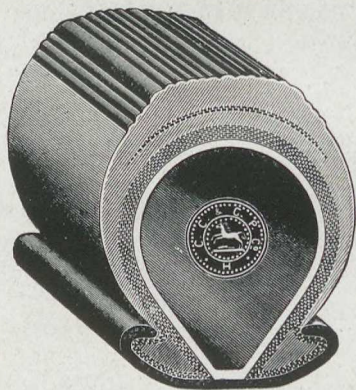

Abb. 96. Continental,
1. flache Decken (Abb. 96) für die Vorderräder,